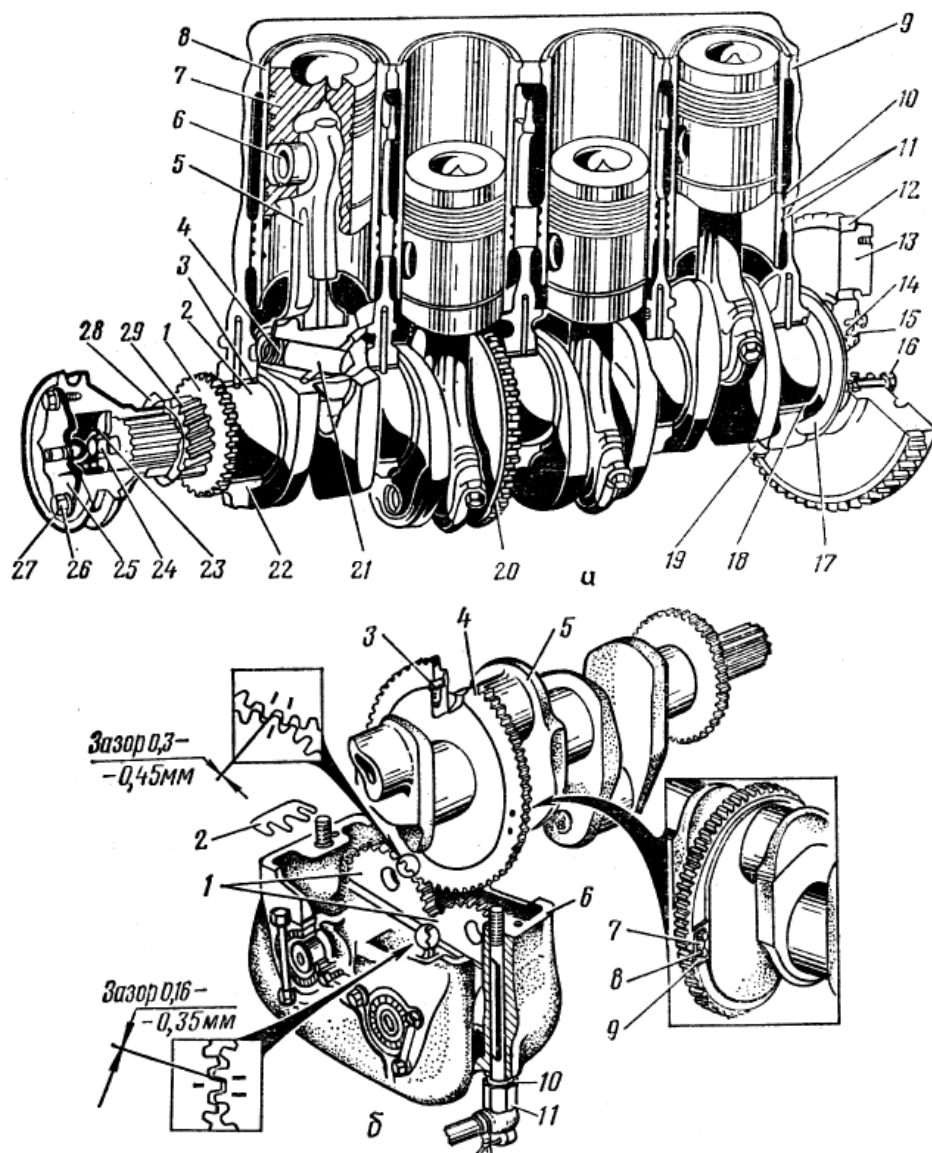

Рисунок 7 - Разрез двигателя А-41:
3. Уясните устройство поршня 7 (рисунок 7, а). Запомните: нормальный зазор между юбкой поршня и гильзой должен быть 0,19...0,24 мм, допускается до 0,35 мм. Поршни, устанавливаемые на один двигатель, подбираются по массе, и разница в пределах комплекта не должна превышать 7 г. Рассмотрите поршневой палец и поршневые кольца. Запомните: комплект поршневых колец у двигателей А-41 и СМД-62 взаимозаменяем.
Рассмотрите устройство маховика, чем и как он закреплен на валу. Изучите устройство механизма уравнивания (рисунок 7, б) и как он работает.